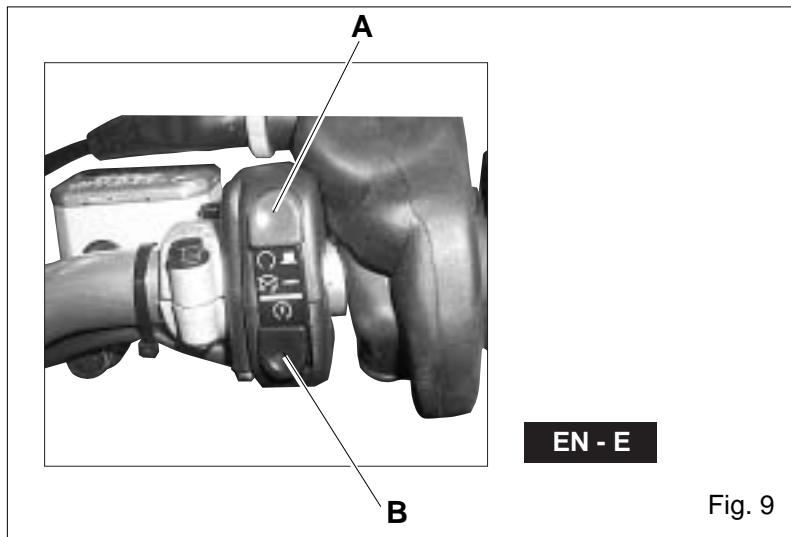

Fig. 9
Avviamento elettrico (Fig.9)
Per mettere in moto (Fig.9)
Electric start (Fig. 9)
**To start (Fig.9)**
Elektrische Zündung (Fig.9)
**Vorgang zum Losfahren (Fig.9)**
Allumage électrique (Fig.9)
Mise en marche (Fig.9)